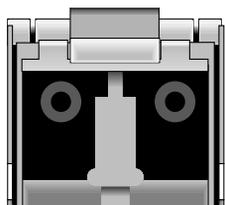

図 5-3 SFP コネクタの末端の二重ジャック
2. 図 5-3 に示すように、ファイバ チャネル ケーブルの片方の端を SFP コネクタの末端の二重ジャックに差し込みます。